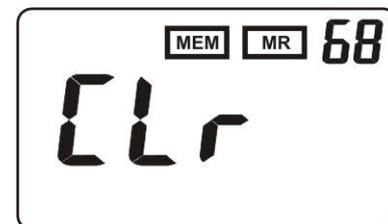

Fig. 37
3. Premir o botão multifunções “2” durante mais de 2 segundos (função **CLEAR LAST**) para efetuar a eliminação do último dado existente em memória. Será apresentado o ecrã da Fig. 37 com a inscrição “CLr” intermitente; para confirmar a eliminação do dado premir brevemente o botão multifunções “2”.